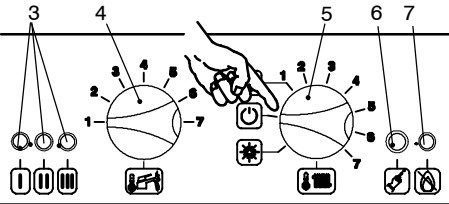

fig. 5.27
- 9 Posizionare il selettore 5 come indicato in fig. 5.27 per uscire dalla programmazione.